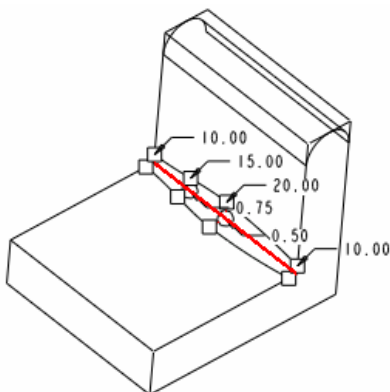

图 12-8
(3) 按下 Ctrl 键，拖动圆角尺寸到适当位置，此时模型中又增加一控制点。修改各点的圆角半径为“10”、“15”、“20”、“10”，如图 12-8 所示。